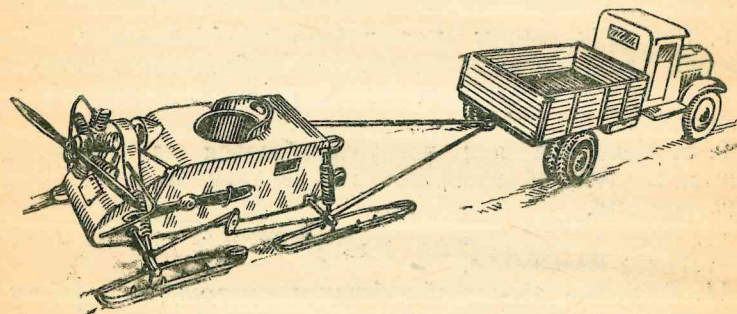

Рис. 25. Схема буксировки аэросаней
1. Крепление аэросаней к автомобилю должно быть жестким (рис. 25).